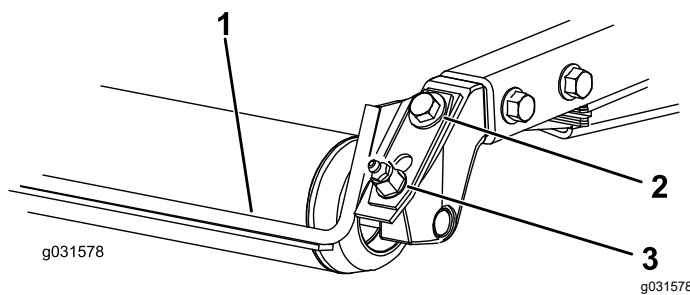

Figura 8
- Slăbii fittingul de lubrifiere i urubul de montare (Figura 8).